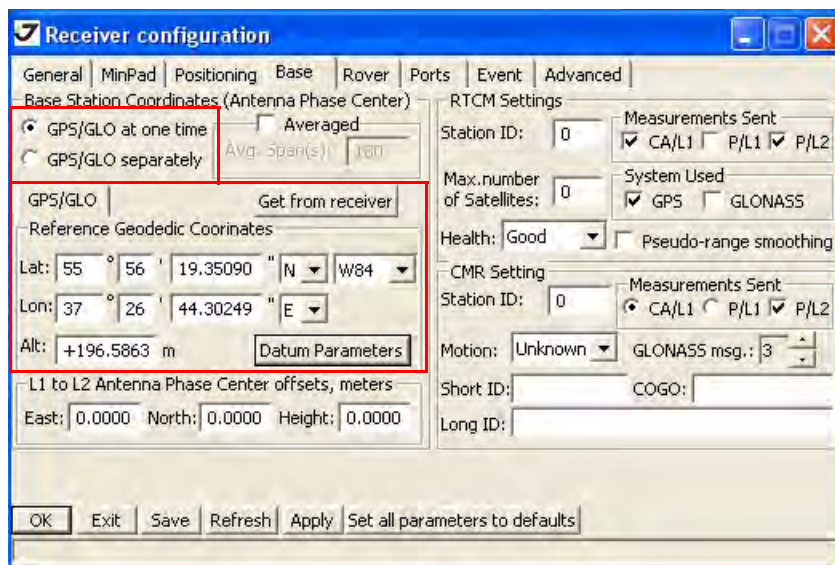

Рисунок 39. Закладка *Base*
7. Для базового приемника (базы) откройте закладку *Base* и настройте следующие параметры (Рис. 39 на стр. 54), затем нажмите *Apply*.